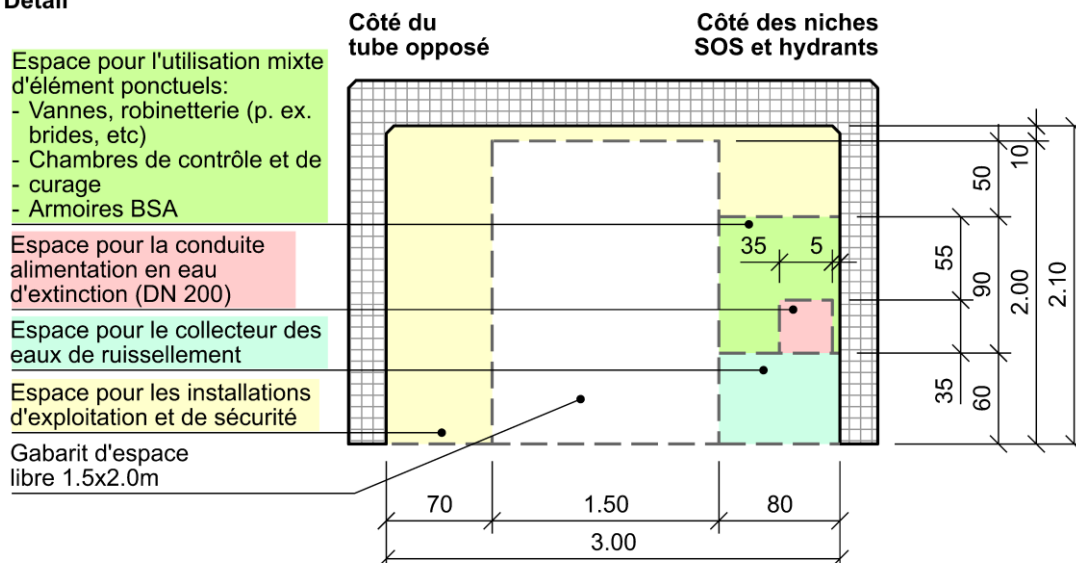

Figure 1: Gabarits d'espace libre dans la galerie technique (sans utilisation comme chemin de fuite)
- Selon les besoins 5 gabarits d'espaces libres différents sont définis dans la galerie technique (cf. Figure 1) :